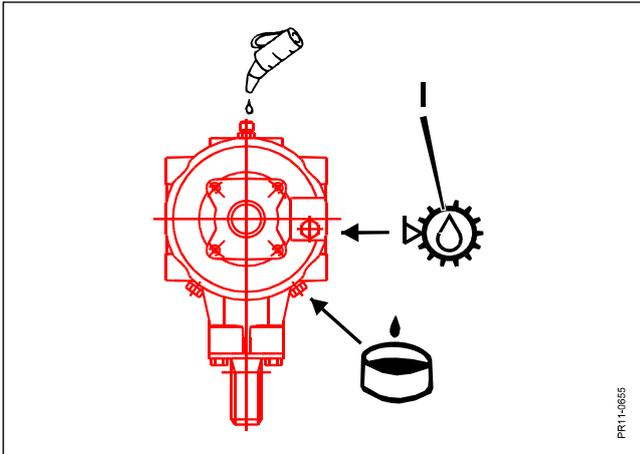

Fig. 4-5
- Fig. 4-5** Olio contenuto:  **0.9 l**